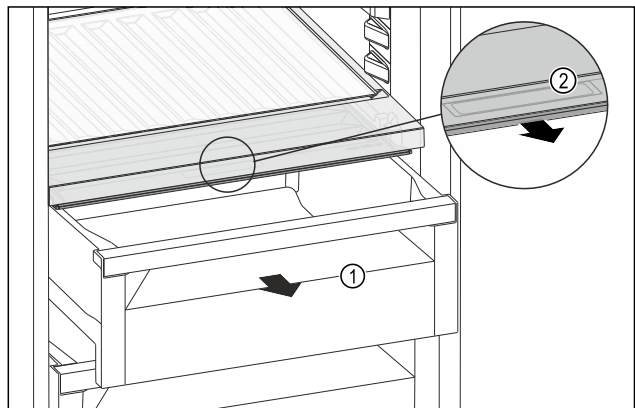

Fig. 228
- ▶ Schubfach Fig. 228 (1) herausziehen.